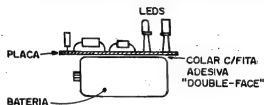
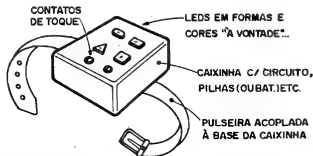

Fig.6
Fig.7
- FIG. 6 - COMPACTAÇÃO DO CONJUNTO - Para que o circuito e bateria possam mais fácil e elegantemente ser acoplados à pulseira, convém que o conjunto resulte tão compacto quanto possível... Uma solução prática e óbvia é fazer com que a plaquinha repouse sobre uma das laterais maiores da bateria, fixada através de um pedaço de fita adesiva tipo double face (colante em ambas as faces...). Tal método permitirá um "sanduíche" bastante reduzido e - ao mesmo tempo - não tornará muito difícil a troca da bateria, quando necessário... A figura estiliza um perfil do conjunto, se tal solução for adotada.
- FIG. 7 - A PULSEIRA - Uma pulseira é... uma pulseira! Um "negócio" de se prender ao pul-
so, obviamente precisando de uma espécie de correia ou tira, como a utilizada para os relógios. A fig. 7 dá uma idéia de como a caixinha com o circuito/bateria/LEDs/contatos de toque pode ser fixada à uma tira de couro, plástico, tecido forte, etc., eventualmente dotada de uma fivela ou de fechos tipo "velcro", para a devida fixação... Muito provavelmente será mais fácil adaptar-se uma pulseira de relógio, de baixo custo, até dessas adquiríveis em camelôs, por aí, simplesmente colando ou fixando com grampos a base da caixinha à região central da dita pulseira. Observem as sugestões quanto aos formatos múltiplos e variados dos LEDs e também a disposição dos contatos de toque (que podem - como já foi dito - ser improvisados a partir de simples "cabecinhas" de parafusos metálicos). Se as coisas forem organizadas e construídas com capricho, o dispositivo final poderá ficar do tamanho de metade de um maço de cigarros, já incluída a bateriazinha de 9V (ver fig. 6), a plaquinha do circuito, LEDs, contatos, etc. É tudo uma questão de buscar a miniaturização a cada passo da construção da PULSEIRA DE SUPER-HERÓI (PUSH). De qualquer modo, se o resultado final não ficar suficientemente pequeno para confortável "instalação" no pulso de uma criança, sempre será possível a adaptação